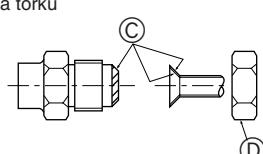

Fig. 4-1
4.2. Boruların bağlanması (Fig. 4-1)
(A) (Fig. 4-1)
(B) (Fig. 4-1)